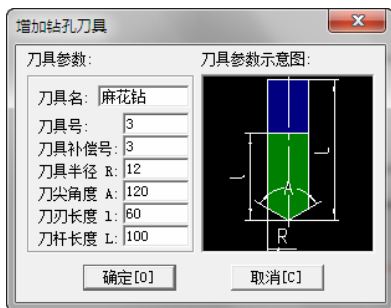

图 4-58 “增加钻孔刀具”对话框
1) 设置增加钻头。单击“钻孔刀具”选项卡，然后再单击“增加刀具”按钮，弹出“增加钻孔刀具”对话框，设置参数如图 4-58 所示。单击“确定”按钮，完成增加钻孔刀具参数设置。